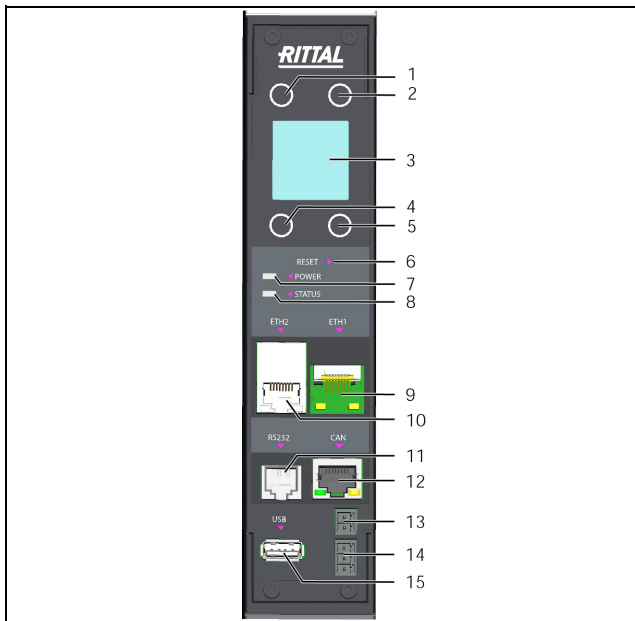

Abb. 4: Bedien- und Anzeigeelemente sowie Anschlüsse CMC III PU 19" Edition
Nach Anschluss der CMC III PU 19" Edition an die Stromversorgung leuchtet die grüne Power LED (Abb. 4, Pos. 7) und der Systemstart der CMC III PU 19" Edition beginnt automatisch.
Bei angeschlossenem Netzwerk leuchten die Link- und die Status-LED an der RJ 45-Buchse (Abb. 4, Pos. 9 und Pos. 10).
Nach wenigen Sekunden beginnt die Multi-LED zur Statusanzeige blau zu blinken und zeigt an, dass der Bootvorgang läuft (Abb. 4, Pos. 8).
- Verbinden Sie eine der Ethernet-Schnittstellen „ETH1“ oder „ETH2“ (Abb. 4, Pos. 9 bzw. Pos. 10) über ein Netzkabel mit RJ 45-Stecker mit der vorhandenen Netzwerkstruktur.
An der CAN-Bus-Schnittstelle (Abb. 4, Pos. 12) kann eine breite Palette von Sensoren, Aktoren und Systemen zur Zugangsüberwachung angeschlossen werden (vgl. Abschnitt 13 „Zubehör“).
Am potenzialfreien Relaisausgang kann eine externe Signalquelle zur Alarm-Signalisierung angeschlossen werden (Abb. 4, Pos. 14).
Am digitalen Eingang kann ein potenzialfreier Schaltkontakt angeschlossen und so z. B. der Störmeldungsausgang eines externen Geräts ausgewertet werden (Abb. 4, Pos. 13).